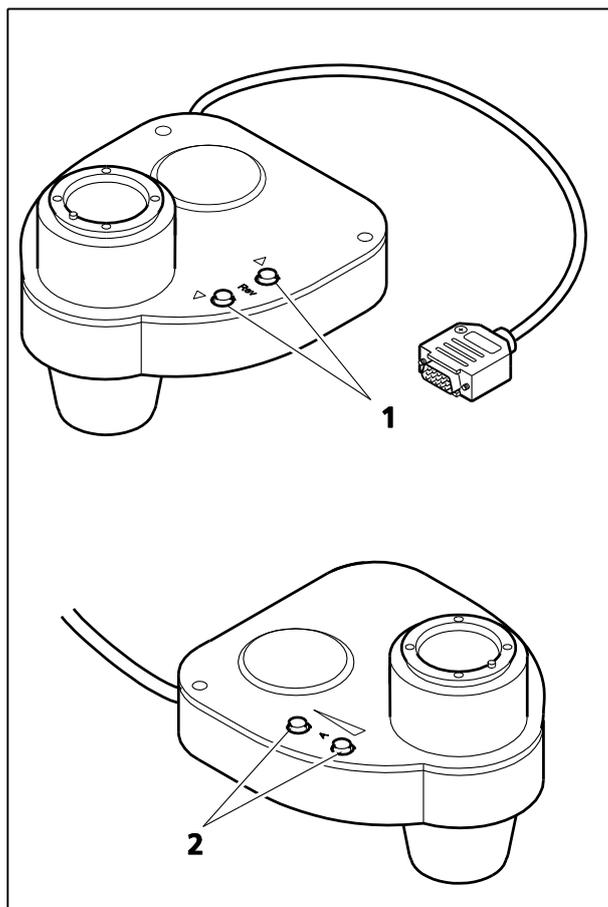

Fig. 67 Condenseur LD 0.55 H, Ph1, Ph2, Ph3, DIC, DIC ; à 6 positions, mot.
Condenseurs motorisés (Fig. 67)
- Pour déplacer la tourelle, appuyer sur les touches **Rev** Δ ∇ (marche avant et marche arrière, Fig. 67/1) situées sur le côté droit du condenseur
- Fonctionnement du diaphragme motorisé à l'aide de la touche **A** (ouverture et fermeture, Fig. 67/2) située sur le côté gauche du condenseur